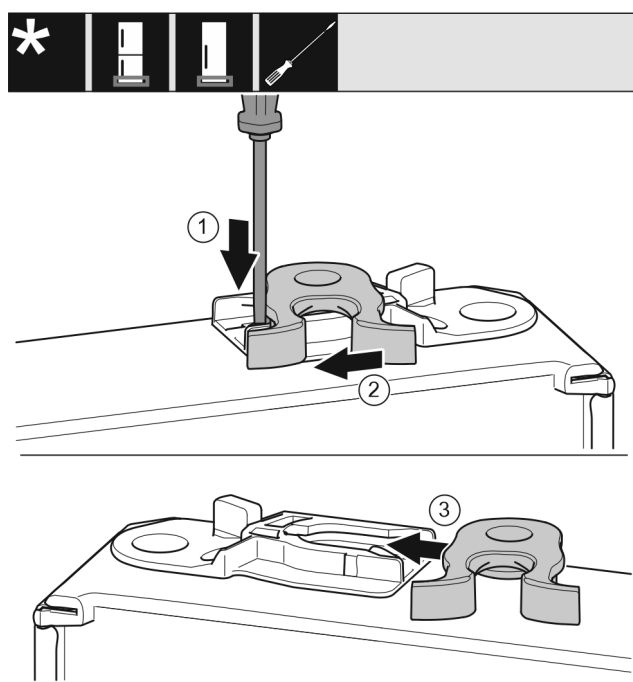

Fig. 17
- S ploščatim izvijačem potisnite spono navzdol. Fig. 17 (1)
- Zapiralni kavelj povlecite iz vodila. Fig. 17 (2)
- Zapiralni kavelj na drugi strani potisnite v vodilo. Fig. 17 (3)